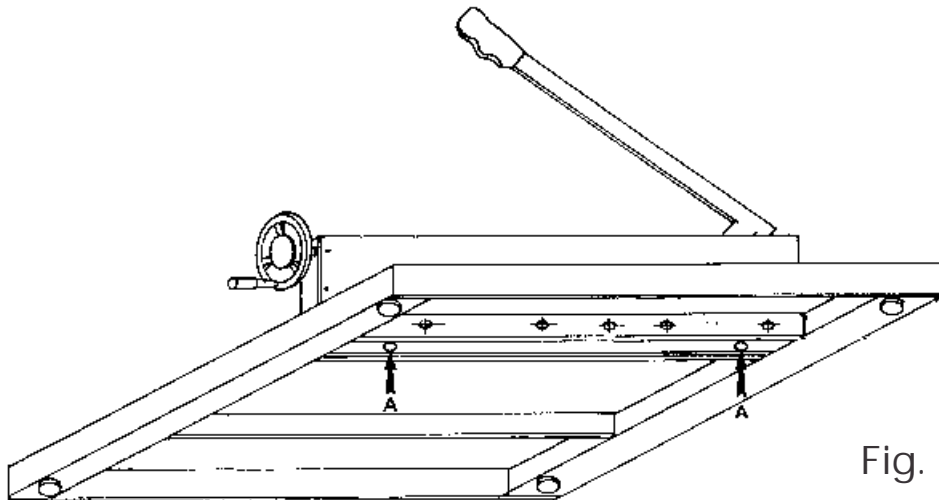

Fig. 4
- 4 - Você encontrou dois furos (A) na barra espaçadora (Fig. 4), com um pino redondo, você empurra o cepo para fora do alojamento. Vire o cepo na posição ideal ou troque, feito isto, recoloca-o em seu alojamento